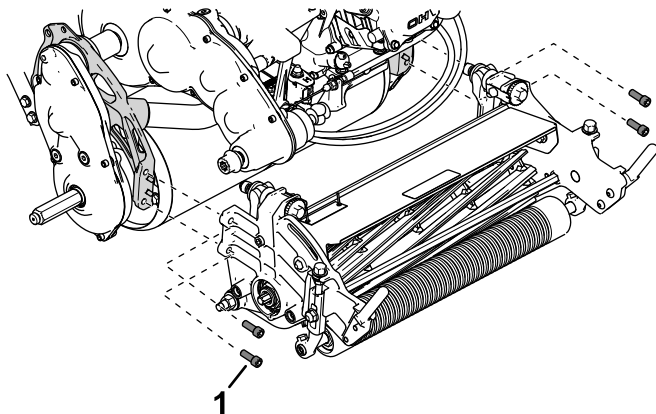

Figura 45
5. Utilice 4 tornillos allen para sujetar la unidad de corte al bastidor (Figura 45).